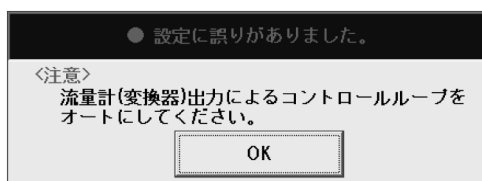

図40
- ① 設定項目をすべて入力し、「設定」ボタンをクリックした後、その設定に誤りがあった場合には図40のような警告のエラーボックスが現れます。「OK」ボタンをクリックしてください。